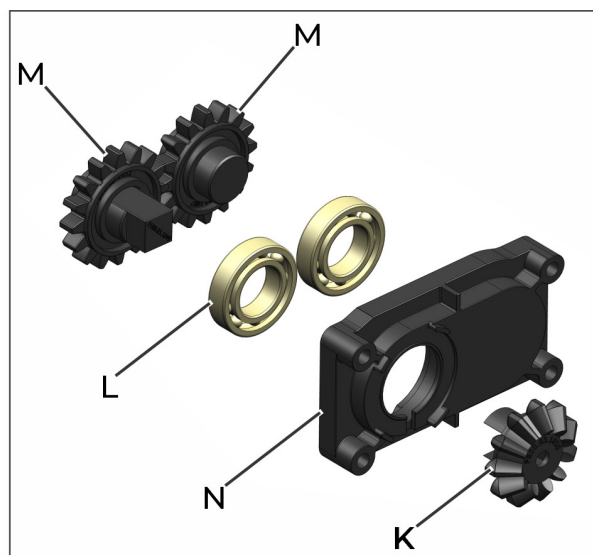

fig. 71
Para la limpieza, mantenimiento o sustitución de rodillos y componentes del rodillo central (I) (fig. 71), retírelo del dosificador (J) (fig. 71). Retire el piñón de accionamiento (K) (fig.71), los rodillos (L) (fig.71) y los engranajes (M) de la tapa del rodillo (N) (fig.71).